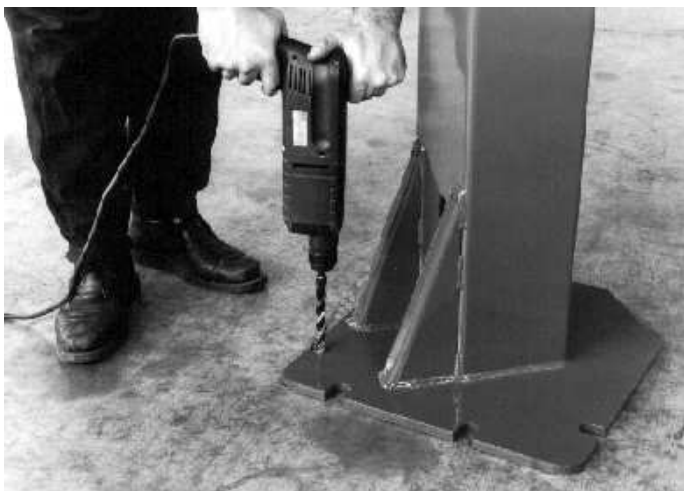

Fig.13 Abb.13
2) Sollevare la colonna in posizione verticale, usando la base come dima forare il pavimento con una punta da calcestruzzo Ø24 per una profondità di circa 200mm ( fig.13 ).
2) Lift the post into the vertical position using the base as the template; drill the floor with a 24 Ø bit for concrete down to a depth of about 200 mm (Fig.13).
2) Placer la colonne à la verticale et en utiliser la base comme gabarit pour percer le sol à l'aide d'une mèche à béton Ø 24, sur une profondeur d'environ 200 mm (fig.13).
2) Heben Sie die Säule in die vertikale Position an und bohren Sie unter Verwendung der Basis als Schablone den Boden mit einem Bohrer für Beton Ø24 und bis auf eine Tiefe von ca. 200 mm (Abb.13 ).
2) Zet de zuil verticaal. Boor met de onderkant als mal met een 24 Ø boor voor beton ongeveer 200 mm diepe gaten in de vloer (Fig. 13).